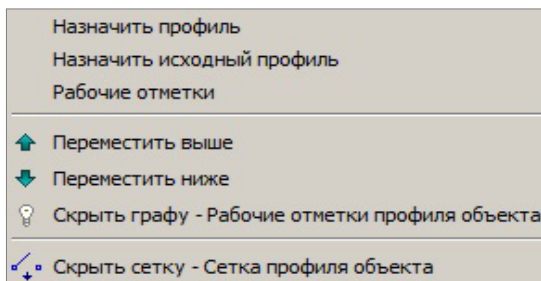

Рис. 11.10
Команды назначения профилей внесены в контекстное меню граф (рис. 11.10). Например, для граф с рабочими отметками нужно назначить два профиля (рис. 11.10).
**отметки** (по названию графы) (рис. 11.10).